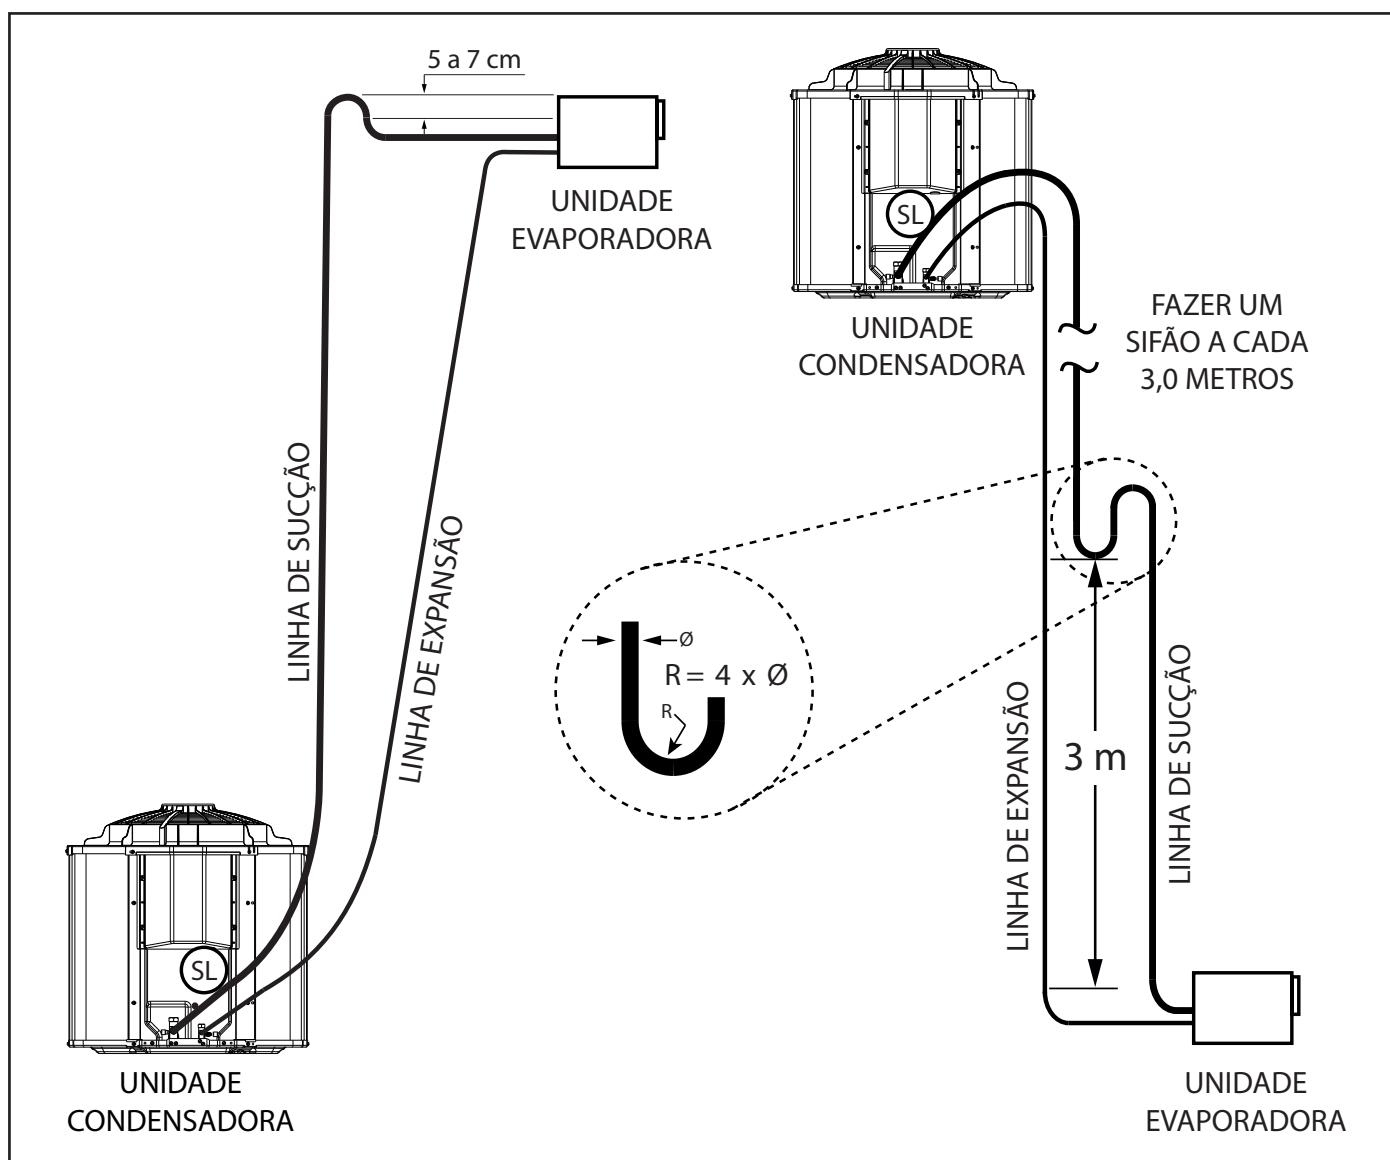

FIG. 21 - INSTALAÇÃO LINHAS DE INTERLIGAÇÃO
- 1º Elevar a linha de sucção acima da unidade evaporadora antes de ir para a unidade condensadora 5 a 7 cm, quando a evaporadora estiver acima ou no mesmo nível da condensadora. (Fig. 21)
- 2º Quando a unidade condensadora estiver em um nível superior ao da unidade evaporadora, fazer sifões nas subidas da linha de sucção a cada 3,0 m, considerando desde a saída da evaporadora. (Fig. 21).